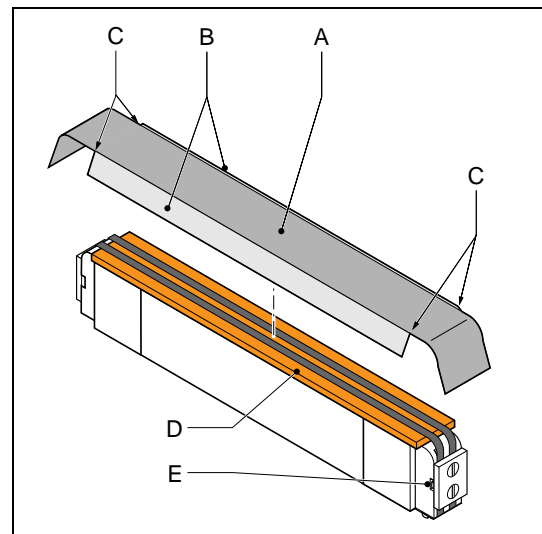

Fig. 8-9 Aplicación de cinta de teflón
2. Saque la cinta de teflón, que está adherida a la barra (Fig. 8-9).
1. Instale nuevas tiras de fibra de vidrio en la barra selladora si es necesario (Fig. 8-9).
2. Inserte los alambres nuevos (B) detrás de una de las placas de montaje (C) y asegúrese de que el extremo de los alambres esté al mismo nivel que la parte inferior de la placa de montaje. Ajuste ahora los tornillos (D).
5. Estire los alambres lo más que pueda con unas tenazas (A) y ajuste los tornillos de la placa de montaje (D).
Colocar una nueva cinta de teflón en la barra de sellado (Fig. 8-9)